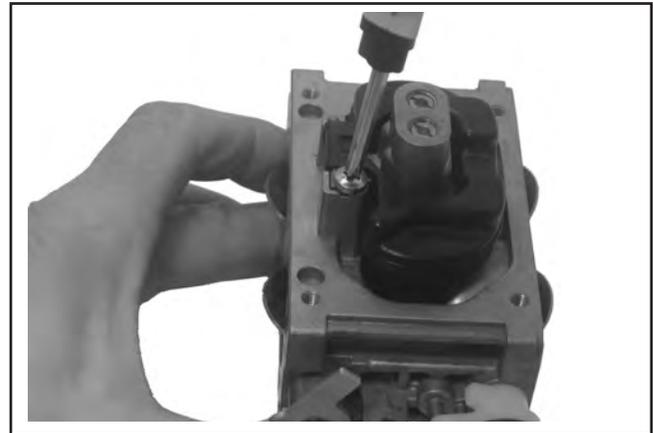

Abbildung 5-30. Installation der Schwimmereinheit.
13. Den Schwimmer und die Einlassnadel in der Aufnahme und im Gehäuse des Vergasers installieren. Den neuen Stift über das Schwimmerscharnier installieren und mit einer neuen Montageschraube fixieren. Siehe Abbildung 5-30.